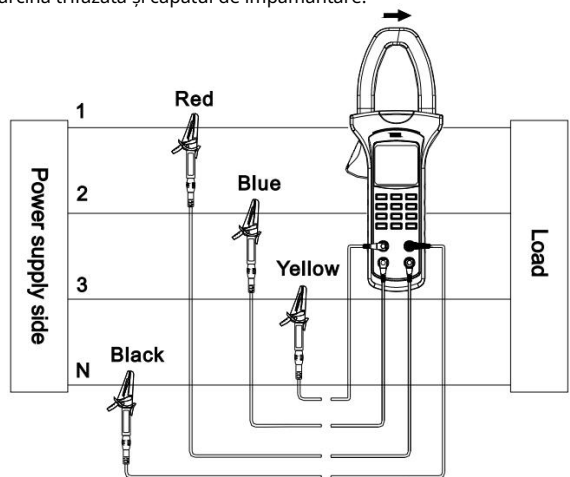

Figura 14
1. Așa cum se arată în Figura 14, apăsați MENU pentru a selecta tensiunea (V) + tensiunea (V) + tensiunea (V). Introduceți stiloul de testare roșu în mufa V1, stiloul de testare albastru în mufa V2, stiloul de testare galben în mufa V3 și stiloul de testare negru în mufa COM și conectați cele 4 stilouri de testare la puterea măsurată, sarcina trifazată și capătul de împământare.
Pași de măsurare: Apăsați tasta HARM pentru a intra în modul de măsurare a armonicilor totale de tensiune la rata totală de distorsiune a unei, mai întâi după bootstrap, și conectați semnalul de tensiune al fazei măsurate la capătul de intrare în tensiune al instrumentului prin sondă și conectați firul zero la capătul COM. Așa cum se arată în Figura 14, conectați firul de fază la orice port al V1/V2/V3 și apăsați tasta SELECT astfel încât portul de măsurare să fie compatibil cu portul de intrare.